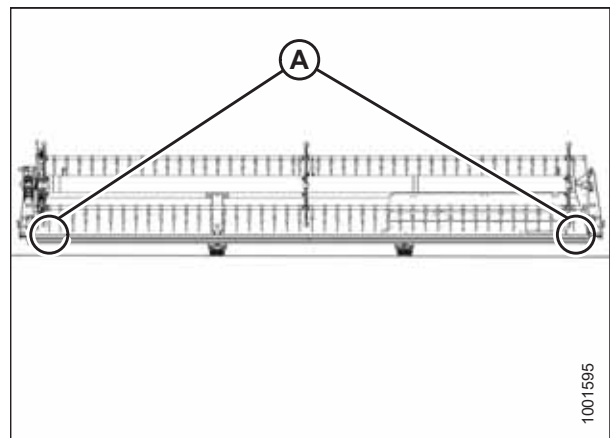

Figure 4.262: Emplacements de mesure FlexDraperMD – Rabatteur simple
- Plateformes à rabatteur simple : Figure 4.262, page 456